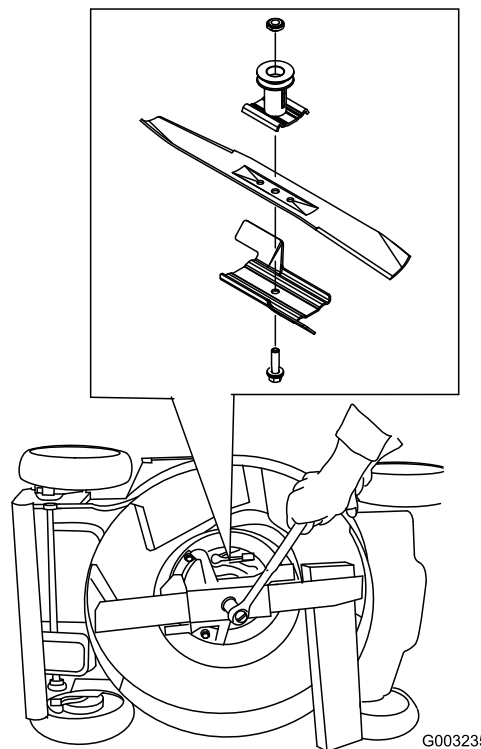

Figure 43
**Important:** Les extrémités incurvées de la lame doivent être dirigées vers la tondeuse (Figure 43).